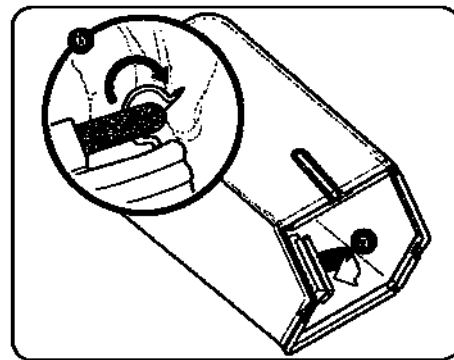

Рис. 7
- b. Заведите пластиковую направляющую травосборника поверх крючков на раме. См. Рисунок 7